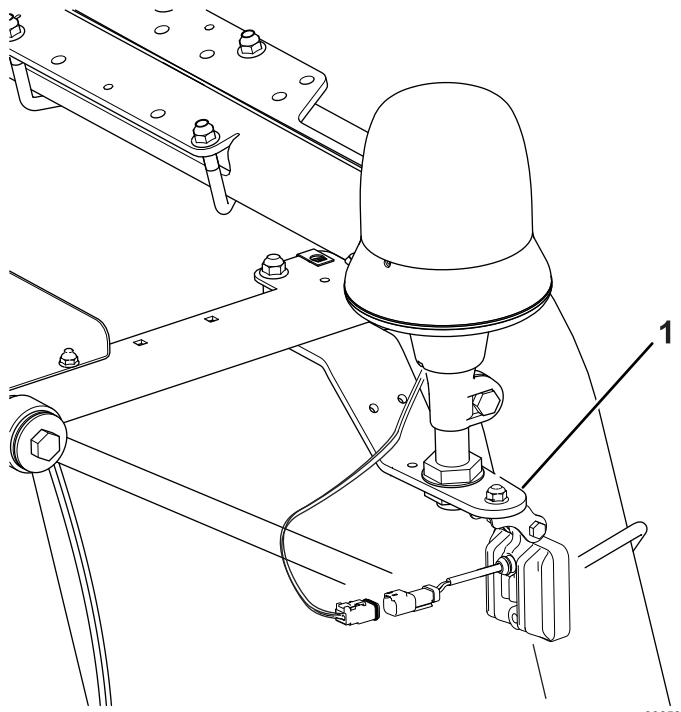

Figura 4
**Nota:** Si la máquina tiene instalado un kit de luces de trabajo, utilice el soporte de la luz en lugar del soporte de la baliza (Figura 4).